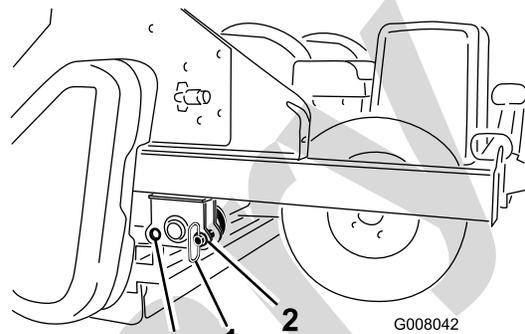

Рисунок 20
7. Удалите стояночные штифты из передних отверстий и поместите их на время эксплуатации в задние отверстия (Рисунок 20).